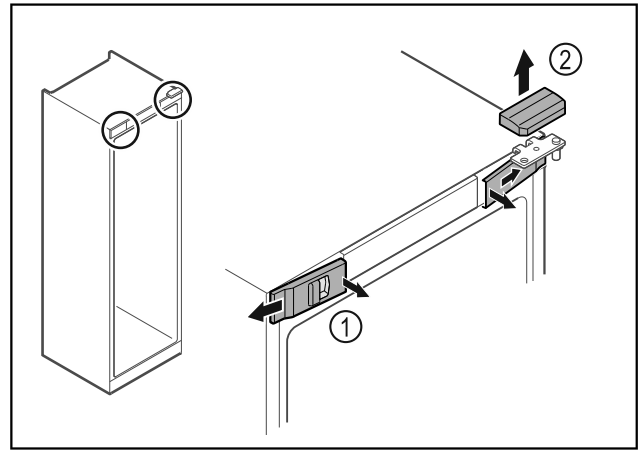

Fig. 14
- Paina etummaisat suojukset Fig. 14 (1) sisäpuolelta irti ja ota ne sivukautta pois.
- Ota ylempi suojus Fig. 14 (2) yläkautta pois.